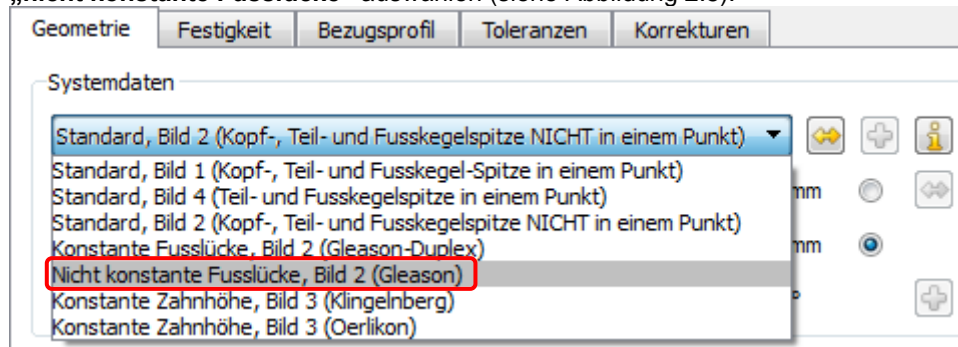

Abbildung 2.5 Bauform „konstante Fusslücke“ oder „nicht konstante Fusslücke“ auswählen
1. Im Reiter **„Geometrie“** → **„Systemdaten“** die Bauform **„konstante Fusslücke“** oder **„nicht konstante Fusslücke“** auswählen (siehe Abbildung 2.5).